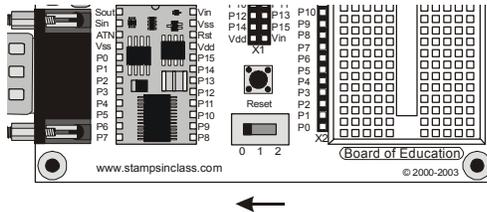

Figura 1-49
- √ Se state usando la Board of Education Rev C, posizionare l’interruttore a tre posizioni nella posizione 0 spingendolo a sinistra come mostrato in Figura 1-49.